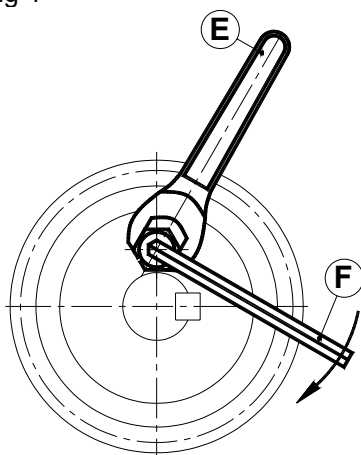

fig 5
Posizionare il mozzo sull'albero alla quota desiderata, inserire il CAFRA S. all'interno del foro fino al collare. Tenere il collare bloccato con una chiave esagonale (E) e con una chiave a brugola (F) stringere la vite fino alla coppia di serraggio Ms indicata (fig.5).
To use CAFRA S. (for example series 100 and example 1 on page 161) drill the hub at distance f at height D interaxis l and tolerance as shown in the table on page 165. Position the hub on the shaft at the desired height, insert the CAFRA inside the hole up to the collar. Keep the collar locked with a hex key (E) and use an Allen key (F) to tighten the screw up to the Ms tightening torque as shown in the fig.5.